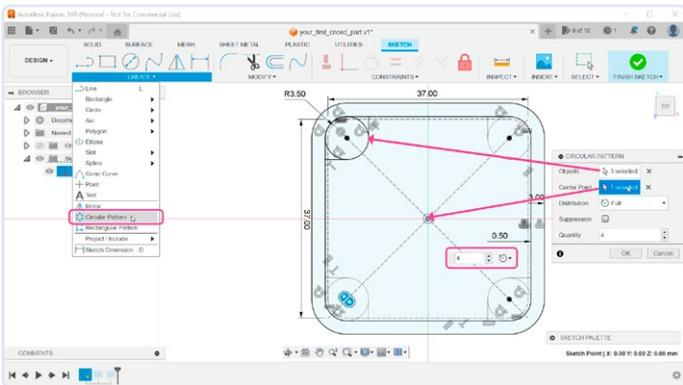

Bild 11. Kopieren des Schraubdoms für die anderen drei Ecken.
11) Es werden drei weitere Schraubdome benötigt, aber anstatt diese manuell zu zeichnen, können wir mit einigen Werkzeugen die aktuelle Stütze duplizieren. Eine offensichtliche Wahl wäre das Spiegel-Werkzeug (*CREATE | Mirror*). Als Ein-Klick-Lösung bietet sich in diesem Fall das Werkzeug *Circular Pattern* an, das sich ebenfalls im Menü *CREATE* befindet. Wenn das Werkzeug aktiv ist, müssen wir nur den Kreis und die beiden Linien auswählen (Bild 11). Nun klicken